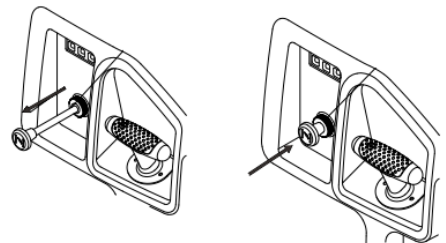

Fig. 3 – Ahogador
El ahogador es utilizado para promover una mezcla más rica de combustible en el momento de la partida (si el motor todavía estuviera caliente no es necesario cerrar el ahogador para dar la partida nuevamente). La palanca del ahogador (1) debe estar en la posición cerrada durante la partida. Después que el generador entrar en funcionamiento, la palanca debe ser movida lentamente para la posición abierta (fig. 3).